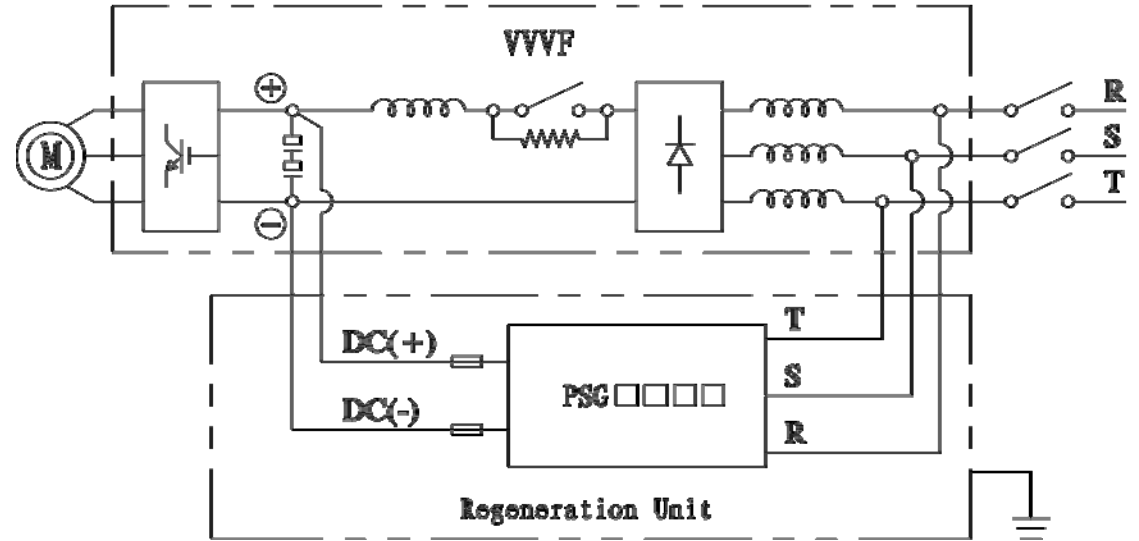
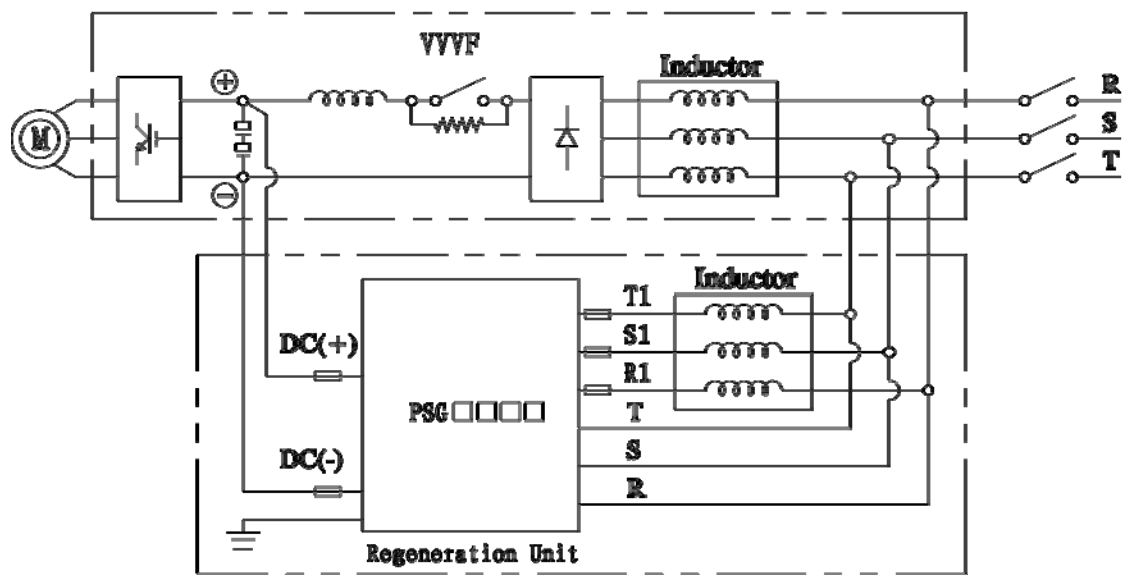

图 4-3 C2、C3、C4 机箱能量回馈装置与变频器主回路接线原理图
图 4-4 C5、C6 机箱能量回馈装置与变频器主回路接线原理图
| R、S、T | 三相电网同步信号接线端子。接法参见图 4-4。 |
| R1、S1、T1 | 三相电抗器输出接线端子。接法参见图 4-4。 |
2、能量回馈装置与变频器主回路接线原理图，如图 4-3、图 4-4 所示。